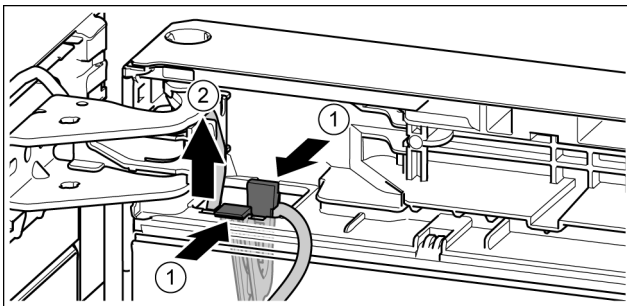

Fig. 20
- ▶ Lasche drücken. *Fig. 20 (1)*
- ▶ Kabelhalter mit daran befestigtem Kabel herausziehen. *Fig. 20 (2)*